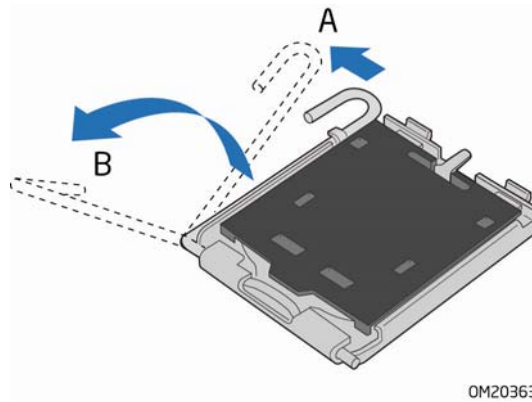

图 6. 抬起插槽拉杆
2. 按下插槽拉杆并使其离开插槽，打开插槽拉杆（图 6 中的 A 和 B）。